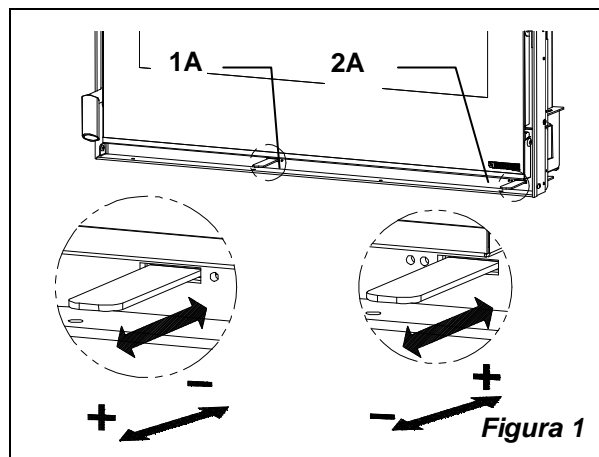

Figura 1
Sotto la porta del focolare a **sinistra** si trova la leva di comando del registro dell'aria primaria (Figura 1 pos.1A). Con questo registro viene regolato il passaggio dell'aria che entra nella parte bassa della stufa ed attraverso opportuni canali viene convogliato in direzione del combustibile. L'aria primaria è necessaria per il processo di combustione in fase di accensione. Il cassetto cenere deve essere svuotato regolarmente in modo che la cenere non possa ostacolare l'entrata dell'aria primaria.
Sotto la porta del focolare a **destra** si trova la leva dell'aria secondaria (Figura 1 pos.2A).
Quando la leva è tutta inserita il passaggio dell'aria è tutto aperto (Figura 1 pos.2A).